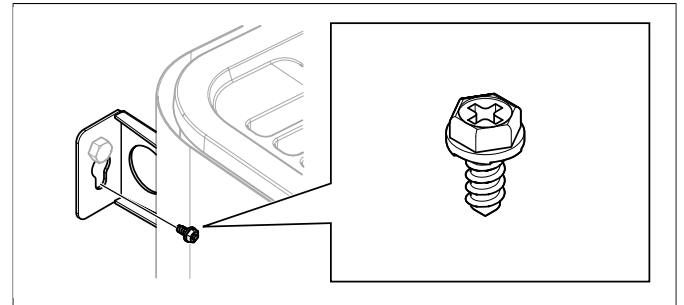

Abb. 11: Sicherungsschraube der Halterung
10. Sichern Sie den Ofen mit der Sicherungsschraube, siehe **Abb. 11**, Seite 5.